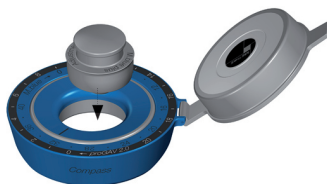

Fig. 19: M.blue plus Adjustment Assistant
M.blue plus Adjustment Assistant poate fi folosit ca alternativă la reglarea presiunii de deschidere. În acest sens, M.blue plus Adjustment Assistant este introdus în M.blue plus Adjustment Ring orientat spre valoarea dorită și este apăsat cu degetul arătător (Fig. 19).